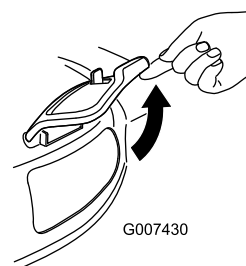

Figure 32
2. Lift open the side-discharge door (Figure 32).